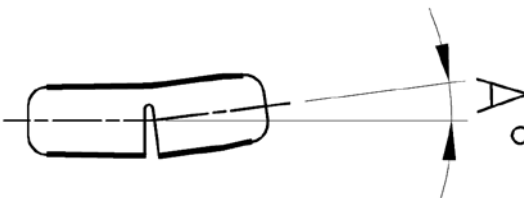

Рисунок 27 – Общий вид верхней выравнивающей пластины.
3.26. Характеристика верхней выравнивающей пластины (см. рис.27):